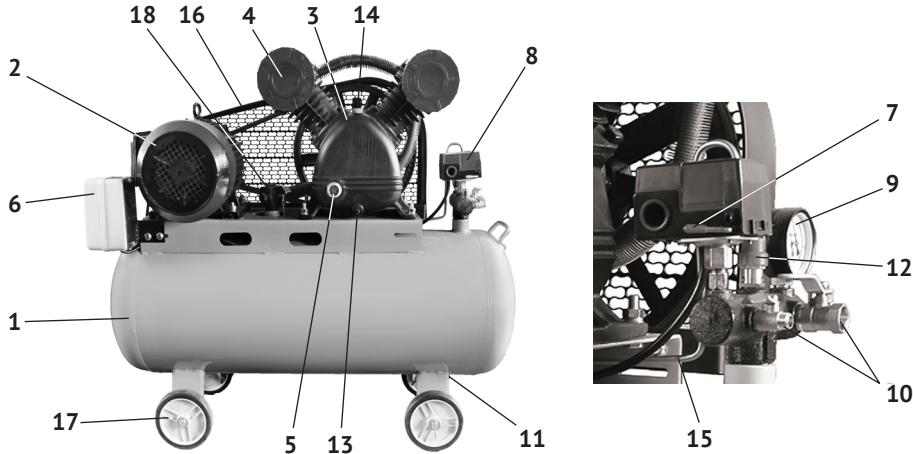
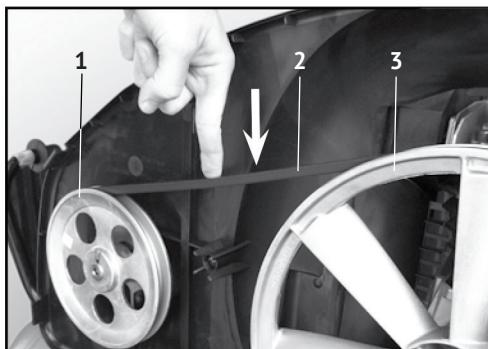

рис.1
рис.2
1.5 Картер компрессорной группы, магнитный пускатель и двигатель закреплены на металлической платформе корпуса ресивера (рис.1 поз.1). Вращение с якоря двигателя шкивами и клиновым ремнём передаётся на коленчатый вал компрессорной группы. Вращение коленчатого вала преобразуется кривошипно - шатунным механизмом в возвратно-поступательное движение поршней. Два цилиндра с V- образным расположением, смонтированы на картере. Воздух, через воздушные фильтры (по фильтру на цилиндр) подаётся во впускные клапаны цилиндров. Сжатый воздух из выпускных клапанов цилиндров подаётся в ресивер. При подключении к выходным штуцерам (рис.1 поз.10) пневмоинструмента, сжатый воздух подаётся к инструменту. Выходное давление в штуцерах (рис.1 поз.10) отображается на манометре (рис.1 поз.9).
Включение компрессора в работу осуществляется выключателем магнитного пускателя (рис.1 поз.6) и рычагом реле давления (рис.1 поз.8). Клавиша выключателя магнитного пускателя имеет два фиксированных положения «Вкл.» и «Выкл.», рычаг реле давления (РД) тоже два положения: «OFF» - (0) выключено и «AUTO» - (!) работа в автоматическом режиме.
Разгрузочный трубопровод (рис.1 поз.15) служит для сбрасывания сжатого воздуха из нагнетательного воздухопровода после остановки компрессора с целью облегчения его последующего запуска.
- приводной ремень компрессора, при работе, обязательно должен быть закрыт защитной решёткой (рис.1 поз.16);
- отключайте компрессор от электросети на время перерыва выключателем магнитного пускателя (рис.1 поз.6), по окончании работы, при переносе с одного рабочего места на другое, а также при перерыве подачи напряжения;
3.5 Перед запуском компрессора проверьте уровень масла в картере, он должен соответствовать среднему значению, между максимальным и минимальным уровнем в контрольном окне уровня масла (рис.1 поз.5).
- разместить под сливным отверстием (рис.1 поз.13) подходящую ёмкость;
- открутить пробки: маслозаливной горловины (рис.1 поз.14) и сливного отверстия;
- после слива масла закрутить пробку сливного отверстия (рис.1 поз.13);
Подключение компрессора к электросети 380 В производится с помощью магнитного пускателя (рис.1 поз.6). Подключение должно проводиться в строгом соответствии с «Правилами технической эксплуатации электроустановок потребителей» и «Правилами техники безопасности при эксплуатации электроустановок потребителей».
Для обеспечения хорошей работы компрессора при первом запуске рекомендуется оставить компрессор работающим в течение 5 - 8 минут с полностью открытым выходным штуцером (рис.1 поз.10). После первых 5-ти часов работы компрессора проверить крепление винтов головки цилиндров и защитной решётки ремня (рис.1 поз.16). Открыв вентиль (рис.1 поз.11) слить конденсат из ресивера, закрыть вентиль.
Компрессор имеет два выходных штуцера (рис.1 поз.10) с кранами для подключения пневмоинструмента. Основной штуцер с внутренним диаметром 1/2" и вспомогательный 1/4", для присоединения гибких трубопроводов хомутом. Давление в ресивере отображается на манометре (рис.1 поз.9).
Так же компрессор оснащён предохранительным клапаном (рис.1 поз.12) для ограничения максимального давления в ресивере, если не сработало РД.
4.3 По окончании работы полностью сбросьте давление, открыв выходной штуцер (рис.1 поз.10).
5.5 Регулировка натяжения (замена) приводного ремня (см. рис.2)
- снять защитную решётку (рис.1 поз.16) приводного ремня (рис.2 поз.2);
- очистить от загрязнений ведущий (рис.2 поз.1) и ведомый (рис.2 поз.3) шкивы и установить новый ремень;